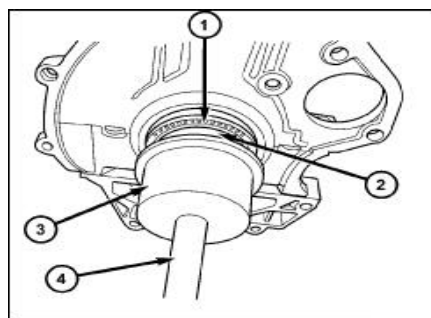

图. 78后曲轴油封安装
(1) 在曲轴上放置专用工具(图. 78)。
(2) 安装曲轴油封。
(3) 使用专用工具(图. 78)。